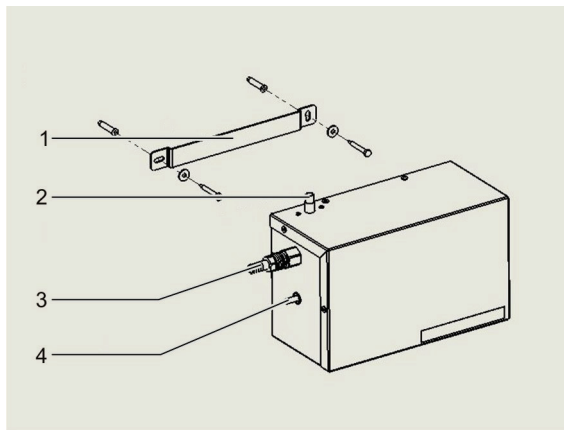

Abb. 1: Pumpen Kit universal
1. Befestigen Sie die Wandhalterung (Abb. 1, Pos. 1) mit geeigneten Schrauben an der Wand.
2. Schließen Sie jeweils einen Kondensatablaufschauch (Ø 12 mm) an den Wasserzulauf (Abb. 1, Pos. 2) und an den Pumpenausgang (Abb. 1, Pos. 3) an.
4. Schließen Sie das Netzkabel (Abb. 1, Pos. 4) an.